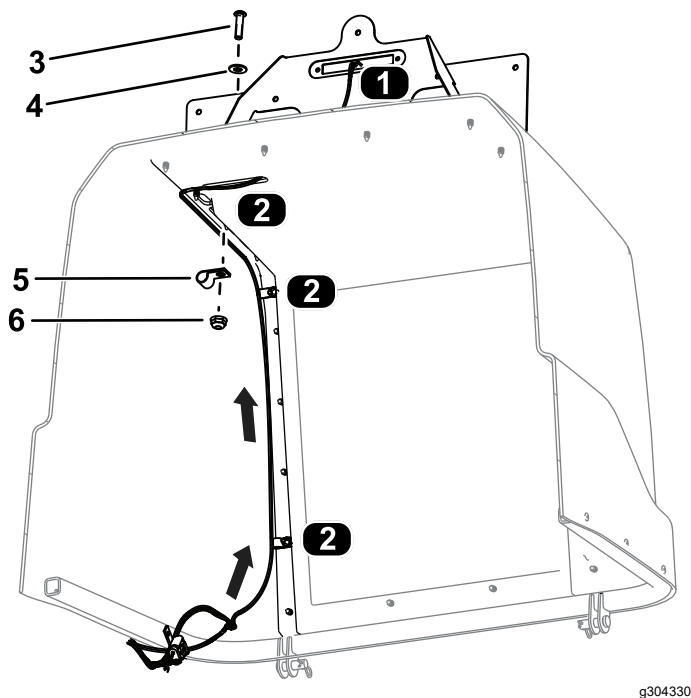

Figura 38
9. Dirijai conectorul cablajului etichetat LUMINĂ PLĂCUĂ DE ÎNMATRICULARE (J01, J02) prin capotă i conectai-l la lumina plăcui de înmatriculare (Figura 38).
10. Fixai cablajul la capotă folosind 3 uruburi hexagonale ($\frac{1}{4}$ x 1"), 3 aibe plate, 3 cleme i 3 piulie cu guler ($\frac{1}{4}$ " aa cum se arată în Figura 38).